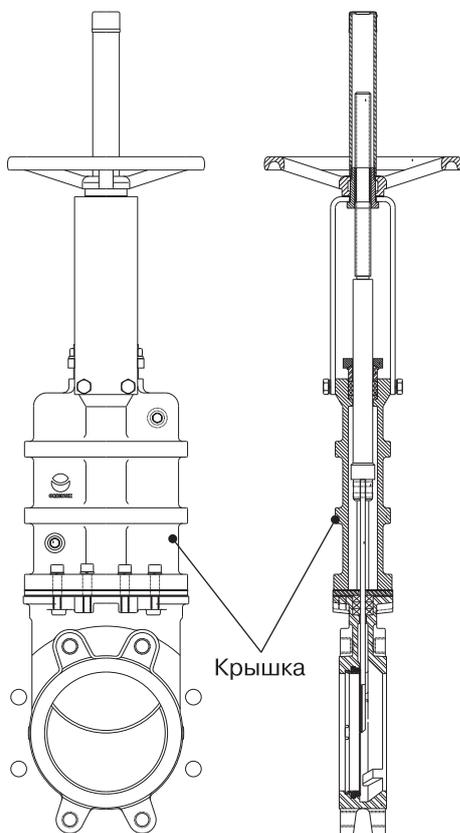

Рис. 1
Снижает необходимость в техническом обслуживании и ремонте сальника (рис. 1).
Параметры для расчета (рис. 1а):
4) Возможна поставка опоры для пьедестала как дополнительной опции (рис. 1б).
Рис. 1а
Рис. 1б